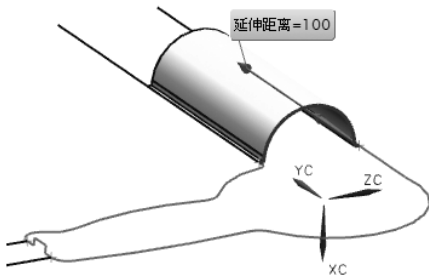

图 10-29 分段 2 创建分型面
(9) 对分段 2 采用拉伸的方法, 创建分型面, 如图 10-29 所示。